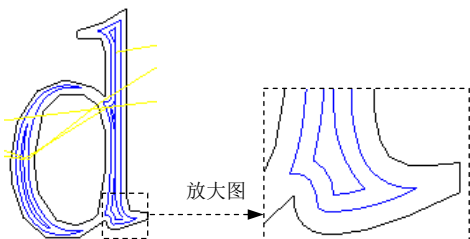

图 9.5.8 “平行环切”
- ☑ **平行环切** 选项: 该选项是根据每次切削边界产生一定偏移量, 直到加工完成, 刀具路径如图 9.5.8 所示。此种加工方法不保证清除每次的切削残量。